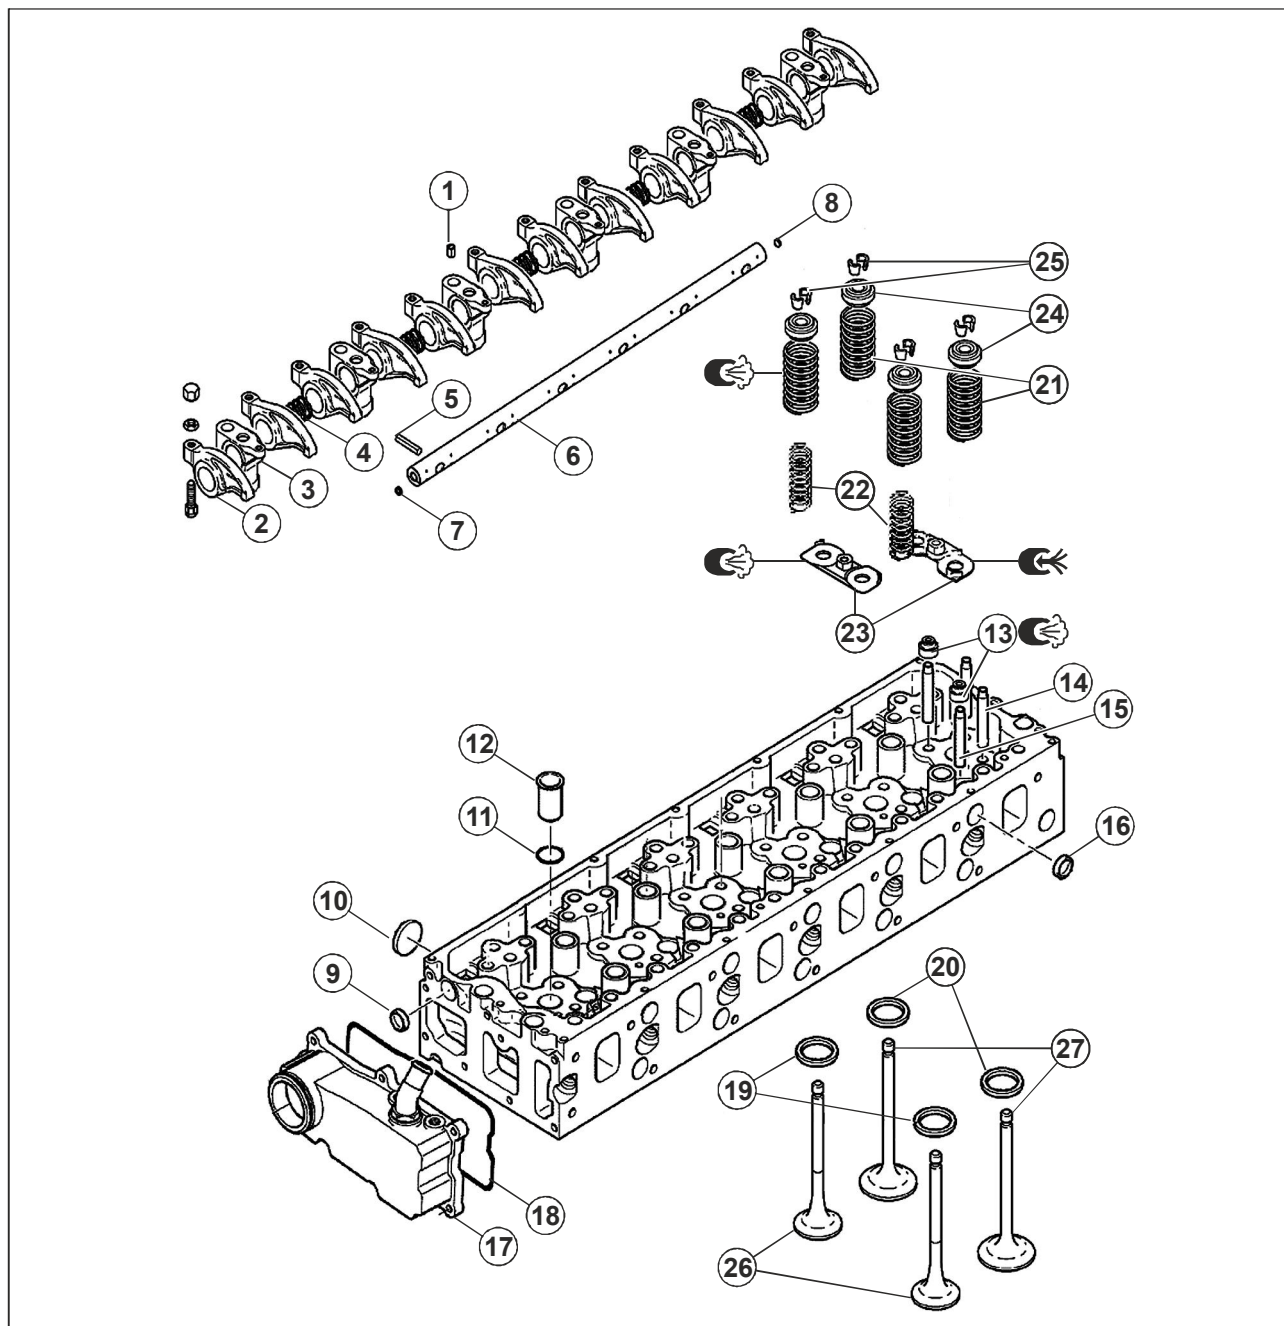
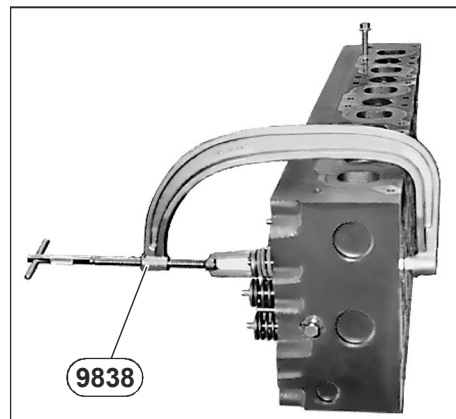
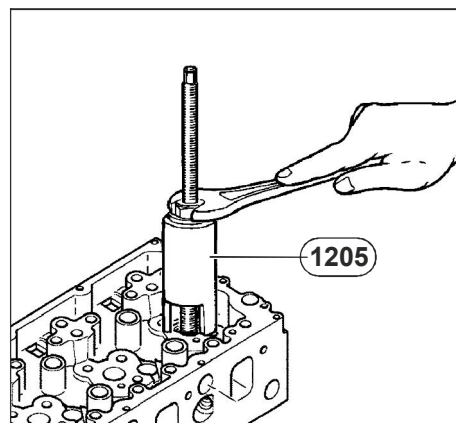

Рис. 52. Развернутая схема головки цилиндров.
Рис. 55. Снятие клапанов.
Рис. 56. Снятие стакана форсунки.
(см. Рис. 52)
8. Снять коробку слива ОЖ с головки (17) (см. Рис. 52).
9. Снять прокладку (18) коробки слива охлаждающей жидкости.
10. Сжать пружины, используя приспособление 9838 (см. Рис. 55).
11. Вынуть сухари (25).
12. Снять тарелки (24) и пружины (21, 22).
13. Извлечь опорные шайбы пружин (23).
15. Снять манжеты клапанов (13).
19. Извлечь стаканы форсунок (12), используя приспособление 1205 (см. Рис. 56).
20. Извлечь кольцевое уплотнение (11) стакана.
4.9.1.1. Разборка коромысел с осью и стойками. (см. Рис. 52)
4.9.1.2. Сборка коромысел с осью и стойками. (см. Рис. 52)
1. Установить заглушки (**9, 16**) (см. **Рис. 52**), используя приспособления **3016 + 2363** 25 мм.
2. Установить заглушку (**10**) (см. **Рис. 52**), используя приспособление **3016 + 2363** 42 мм.
1. Установить уплотнительное кольцо (**11**) в канавку головки (см. **Рис. 52**).
3. Установить на место стакан форсунки (**12**) (см. **Рис. 52**).
1. Установить манжеты (13) на направляющие втулки выпускных клапанов.
3. Установить шайбы пружин опорные (23).
4. Установить пружины (21, 22) с тарелками (24).
5. Установить сухари (25), используя приспособление 9838 (см. Рис. 55).